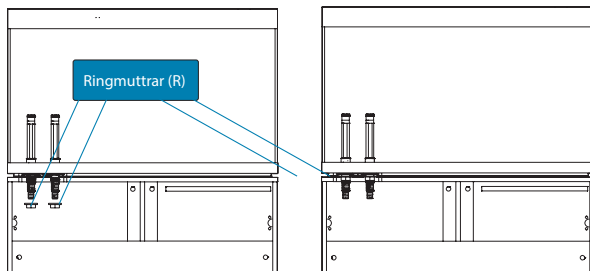
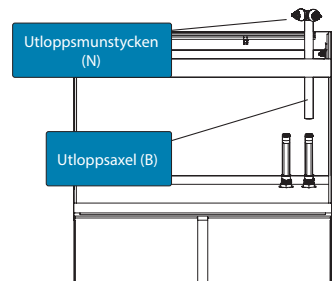

Bild 3
Bild 4
3. Öppna skåpet. Skruva fast och dra åt ringmuttern (R) på den nedre änden av axeln (A) (bild 3).
4. För in utloppsmunstycket (N) i den ena änden av utloppsaxeln (B).
5. Sätt utloppsaxeln (B) på kontaktaxeln (A) (bild 4).
6. Justera höjden på utloppsmunstyckena efter behov genom att skjuta utloppsaxeln (B) längs kontaktaxeln (A).
7. Utloppsmunstyckena (N) kan enkelt vridas för att avleda vattenflödet dit du önskar.
3. Öppna skåpet. Skruva fast och dra åt muttern (R) på den nedre änden av den andra axeln (A) (bild 3).